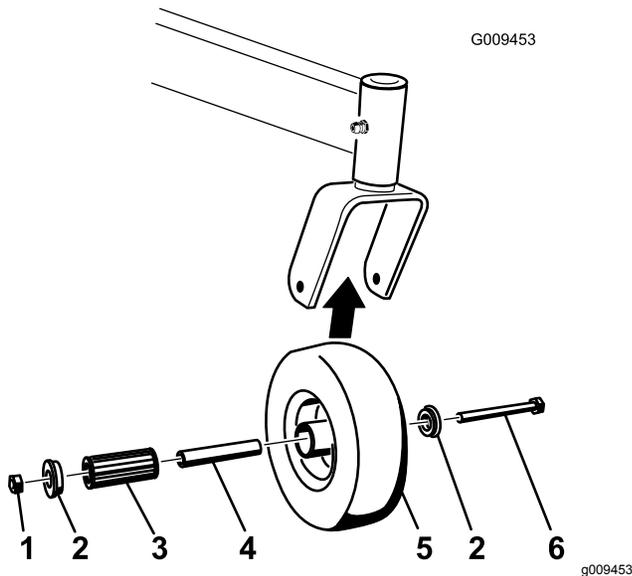

Рисунок 48
1. Удалите контргайку и колесный болт, с помощью которых поворотное колесо крепится к вилке (Рисунок 48).
6. Смажьте роликовый подшипник и распорную втулку и вставьте их в ступицу колеса (Рисунок 48).
7. Вставьте вторую втулку в ступицу колеса (Рисунок 48).
8. Установите поворотное колесо в вилку поворотного колеса и закрепите при помощи колесного болта и контргайки (Рисунок 48).
9. Затяните контргайку так, чтобы распорная втулка была прижата к внутренней поверхности поворотных вилок (Рисунок 48).
2. Снимите одну из втулок, затем извлеките распорную втулку и роликовый подшипник из ступицы колеса (Рисунок 48).
3. Извлеките вторую втулку из ступицы колеса и удалите всю смазку и грязь из ступицы (Рисунок 48).
Примечание: Замените поврежденные или изношенные детали (Рисунок 48).
5. Вставьте одну втулку в ступицу колеса (Рисунок 48).